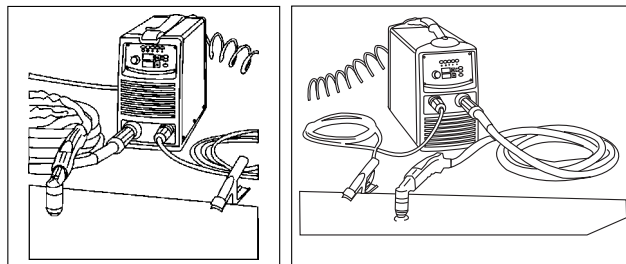

Fig. 4
3. Posizionare la pinza di massa sul pezzo da tagliare e assicurarsi che vi sia un buon contatto elettrico (Fig. 4).